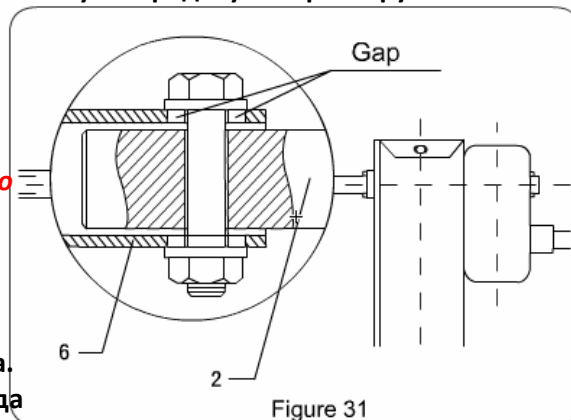

Figure 31
⑥ Установите соединительный вал 6 (Ø34 x 3 для круглого вала, Ø28x4 для квадратного вала, отсутствует в одноногом опорном устройстве). Правильное боковое перемещение должно быть сохранено. (рисунок 31)
⑦ Затяните все соединительные болты до предписанного момента затяжки 182-245 Nm